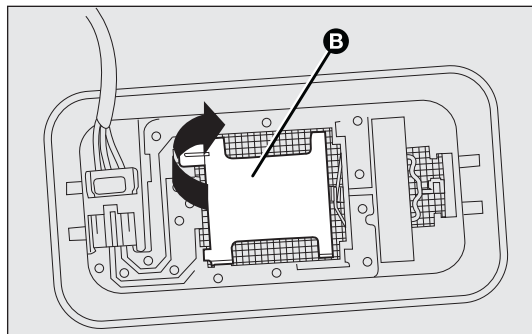

рис. 169
- ❑ откройте крышку В- рис. 169 как показано;
- ❑ закройте крышку В рис. 169 и поставьте плафон на место; убедитесь в его креплении.